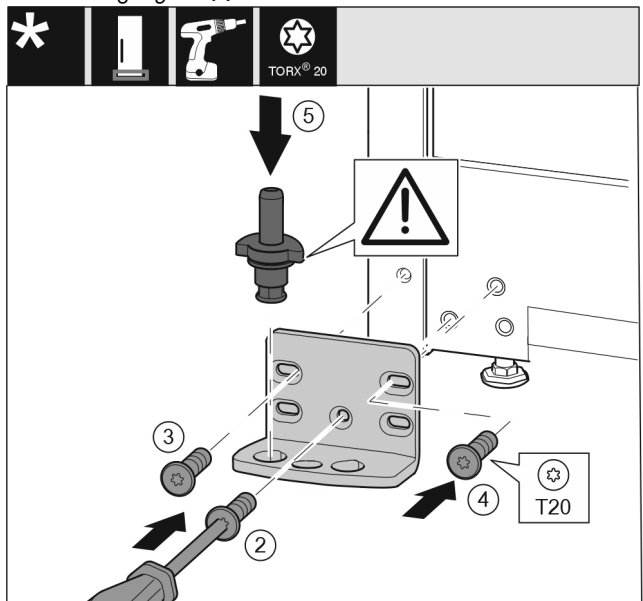

Fig. 17
- ▶ Lagerbock auf der anderen Seite ansetzen und mit Hilfe eines Schraubendrehers anschrauben. Mit der Schraube Fig. 17 (2) unten in der Mitte beginnen.
- ▶ Schraube Fig. 17 (3) und Schraube Fig. 17 (4) fest-schrauben.
- ▶ Lagerbolzen *Fig. 17 (5)* komplett einsetzen. Dabei darauf achten, dass der Rastnocken nach hinten zeigt.